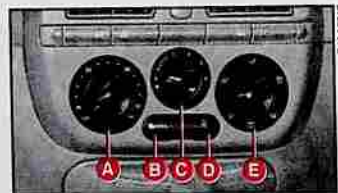

fig. 54
– température de l'air aux aérateurs pour obtenir la température sélectionnée avec la manette **A**-fig. 54;
COMMANDES fig. 54
– tourner la manette **A**-fig. 54 sur **HI**;
Si l'avarie concerne le ventilateur **C**-fig. 54 et qu'il continue cependant à fonctionner, on aura la sélection automatique de la première vitesse.